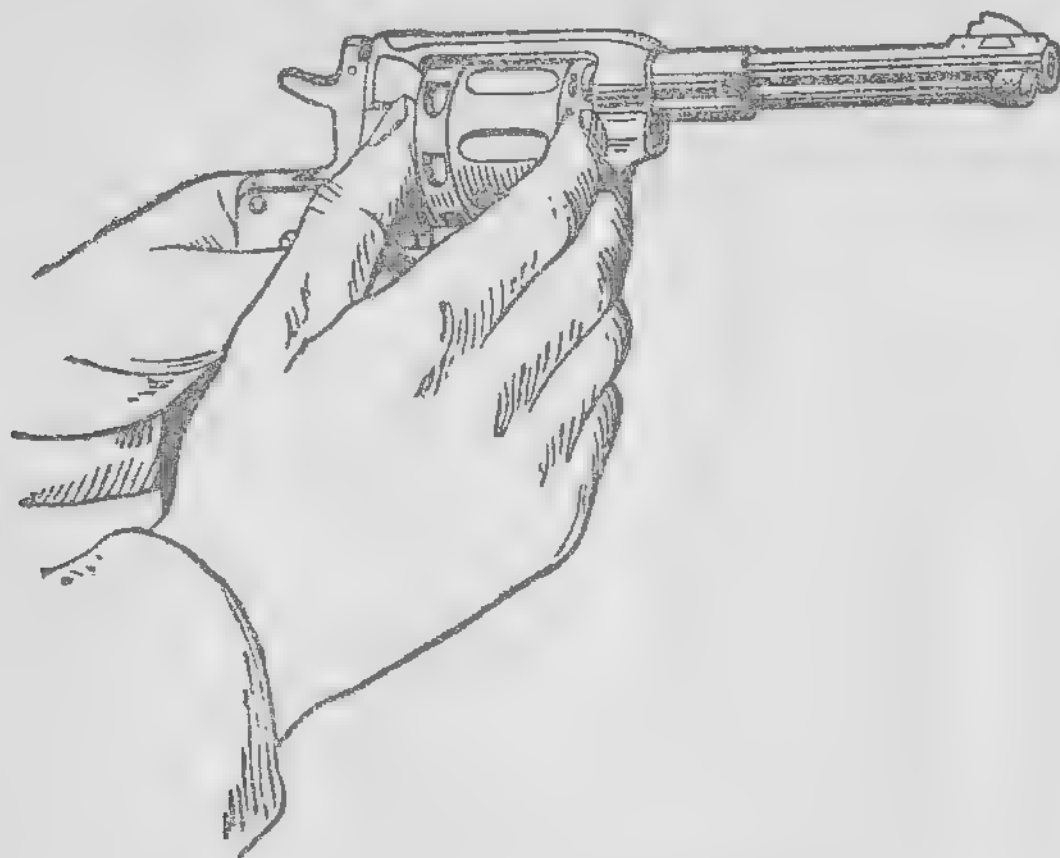

Рис. 28. Как вынуть барабан.
3) **вынуть барабан:** откинуть дверцу вниз к спусковой скобе, вынуть барабан в правую сторону и закрыть дверцу (рис. 28).